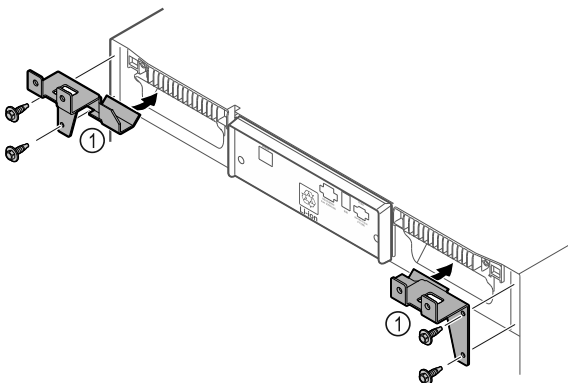

Fig. 10
- Montirajte pridržna dijelove Fig. 10 (1) s pomoću samoureznih vijaka na uređaj.